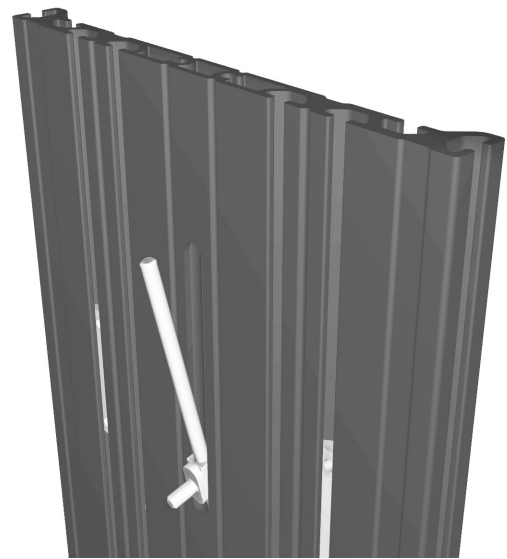

Abbildung 165. Einstellschraube ausreichend herunterschrauben, dass man sie aus der Nut im Rückenlehnenprofil hebeln kann.
9. Einstellschraube ausreichend herunterschrauben, dass man sie aus der Nut im Rückenlehnenprofil hebeln kann. Siehe Abbildung. 165